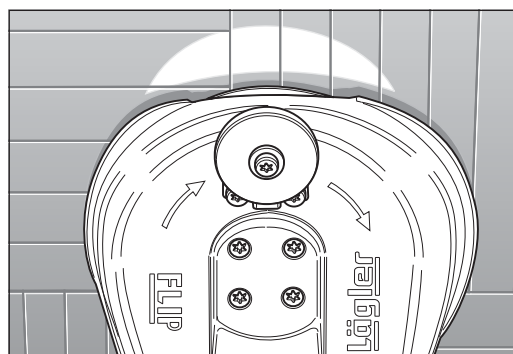

Abb. 59 **Richtige** Einstellung der Lenkrollen:
- 8 Wenn die Maschine **mittig** schleift (Abb. 59), sind die Lenkrollen richtig eingestellt.